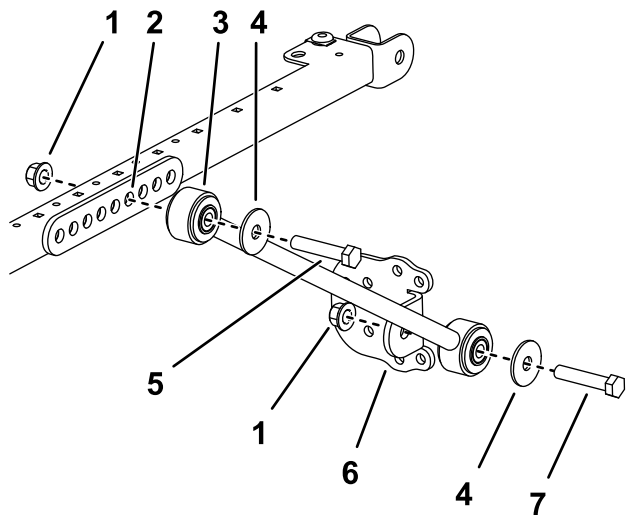

Рисунок 20
12. С каждой стороны рамы солнцезащитного навеса прикрепите, не затягивая, удлинительное звено к четвертому отверстию кронштейна подпорки с помощью 2 болтов ($1/2 \times 2\frac{3}{4}$ дюйма) и 2 фланцевых гаек ($1/2$ дюйма), как показано на рис. Рисунок 20.
13. Прикрепите, не затягивая, кронштейн подпорки к каждой подпорке с помощью болта ($1/2 \times 2\frac{1}{2}$ дюйма), шайбы ($1/2$ дюйма) и фланцевой гайки ($1/2$ дюйма), как показано на Рисунок 20.